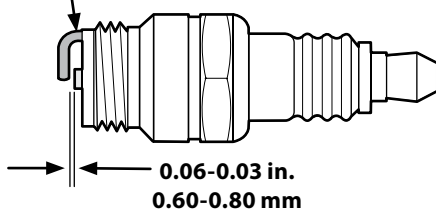

Figura 6-4
6. Mida la separación de bujía con un calibrador. Corrija de ser necesario torciendo el electrodo lateral. Vea la Figura 6-4. La separación debe establecerse en 0.030 pulg. (0.76mm).